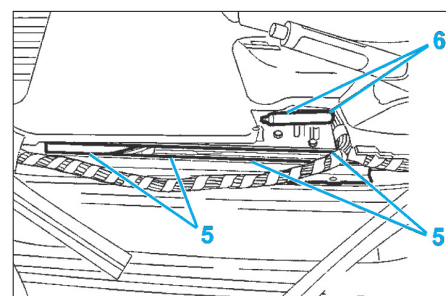

Fig. 21
- Déposer (Fig.21) :
- les vis avant (5) du support commande ouverture capot.
- les vis de fixation (6) de la commande ouverture capot.